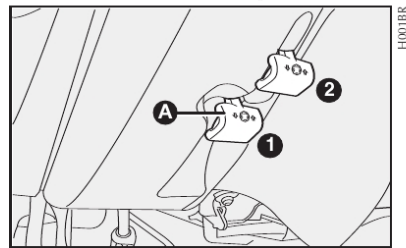

fig. 12
- 1) deslocar a alavanca **A** para a posição **2**-fig. 12;